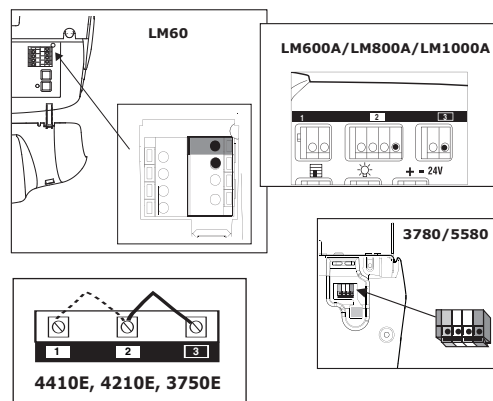

FIGUR 6
- Monter sensorerne i beslaget vist på figur 6. Spænd kun vingemotrikken med fingrene, for senere at kunne efterjustere. Efter endt justering spændes vingemotrikken godt fast.
- Før ledningerne fra begge sensorer til åbneren, som vist i figur 6. Benyt isolerede ledningsklammer, for at fastgøre ledningen til væggen og loftet.